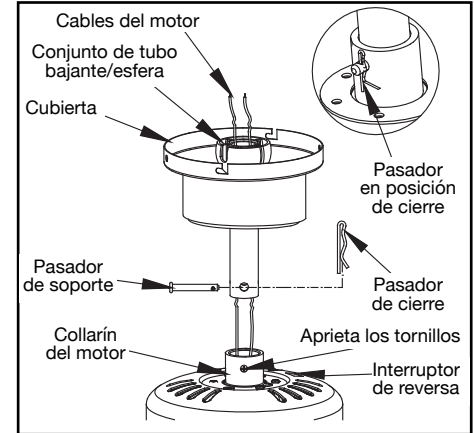

Figura 6
3. Inserta los cables que salen por la parte superior del motor del ventilador, a través de la cubierta decorativa del collarín del motor y enseguida por el aro de la cubierta. Asegúrate de que las ranuras queden en la parte superior. Inserta los cables a través de la cubierta y enseguida a través del conjunto del tubo bajante y esfera. (Figura 6)
5. Alinea los orificios en la parte inferior del tubo bajante con aquellos del collarín en la parte superior de la carcasa de motor. (Figura 6)
6. Inserta cuidadosamente el pasador de soporte a través de los orificios del collarín y del tubo bajante. Ten cuidado de no apretarlo contra el cableado dentro del tubo bajante. Inserta el pasador de cierre en el orificio cercano al extremo del pasador de soporte hasta que quede encajado en la posición de cierre, como se muestra en el círculo de la Figura 6.
Este ventilador se envía de fábrica con el interruptor de reversa en posición de circular el aire hacia abajo. Si deseas flujo de aire en sentido contrario, apaga el ventilador y espera a que las aspas se detengan. Luego desliza el interruptor de reversa (ubicado en la parte superior de la carcasa del motor; consulta la figura 6 en la página 4) a la posición opuesta a la posición opuesta y vuelve a encender el ventilador. Las aspas del ventilador girarán en sentido contrario e invertirán el flujo del aire.